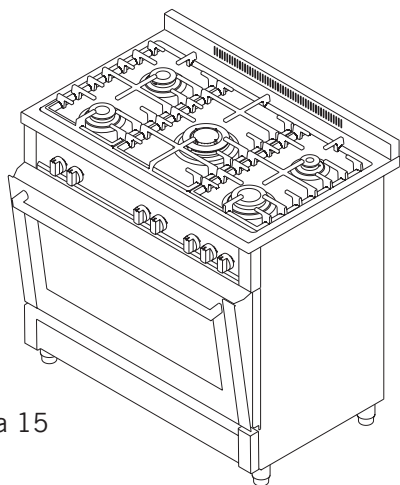

Figura 15
3. Luego, fije el panel de seguridad entre el horno y la cubierta frontal cerrando cuidadosamente la cubierta. (Figura 15)